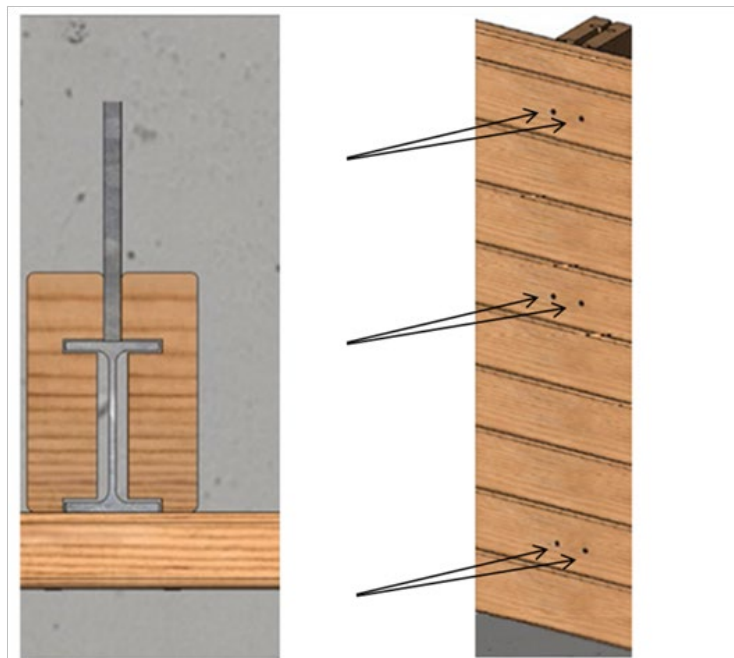

Figure 12 – Mise en place des profils d'habillage des jambes de force
- sur les 4 jambes de force (celles-ci sont pré percées, comme montré à la Figure 12) à l'aide de 36 vis penture 6 × 30 en inox A2 torx (sachet D).